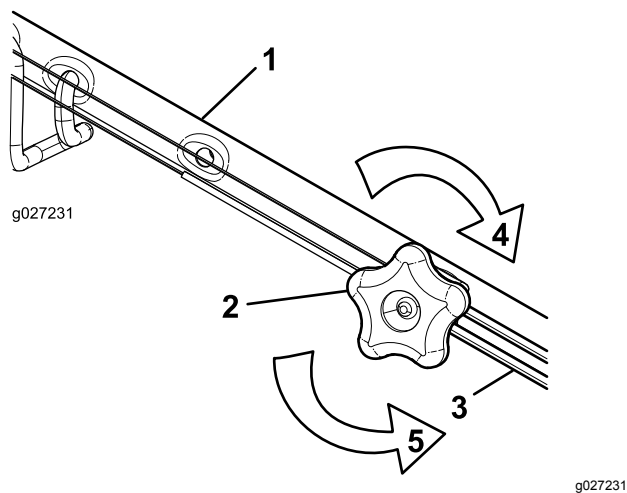

Рисунок 33
1. Поверните ручку регулировки против часовой стрелки, чтобы ослабить натяжку троса (Рисунок 33).
- Отрегулируйте натяжение троса (Рисунок 33), потянув его назад или вперед, затем удерживайте в этом положении.